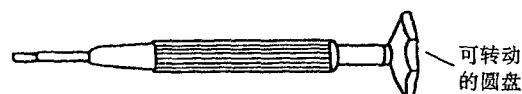

图 2-3 钟表螺钉旋具
(3) 钟表螺钉旋具。主要用于各种小型螺丝的工具。如钟表装配用的工具，手机装配用的工具等。如图2-3所示。
(4) 无感螺钉旋具。用于电子产品中电感